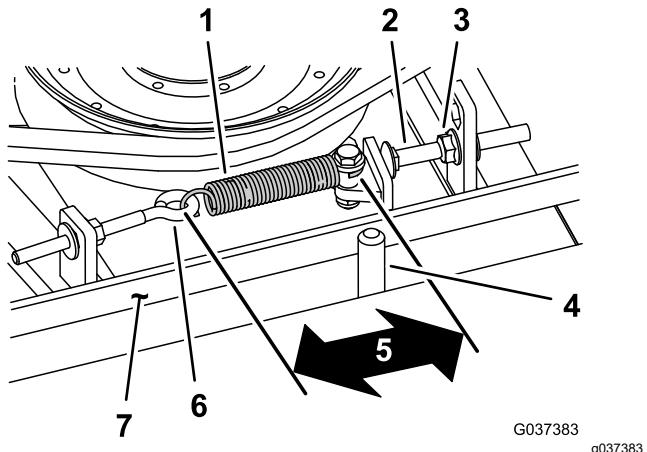

Figura 113
Cuando está correctamente tensado, la longitud en el interior del muelle de extensión (entre ganchos) debe ser de 8.3-9.5 cm (3 $\frac{1}{4}$ "-3 $\frac{3}{4}$ ") aproximadamente. Una vez que haya obtenido la tensión correcta del muelle, ajuste el perno de tope (perno de cuello cuadrado) hasta que quede aproximadamente 2-5 mm (0.065"-0.185") de holgura entre la cabeza del perno y el brazo tensor (Figura 113).
Nota: Asegúrese de que la correa está colocada en el lado del muelle de la guía de la correa (Figura 113).
- Afloje el perno de ojal para poder retirar el muelle de extensión (Figura 113).
- Afloje la tuerca con arandela prensada que fija el perno de tope a la pestaña de montaje, y aparte la polea tensora de la correa para aliviar la tensión de la correa (Figura 113).
- Nota:** Asegúrese de que la correa está colocada en el lado del muelle de la guía de la correa (Figura 113).
9. Conecte el muelle de extensión (Figura 113) al perno de ojal y tense la correa de la siguiente manera: